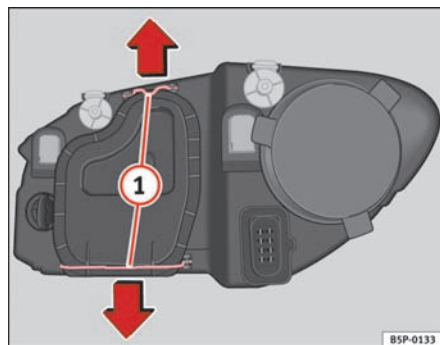

Fig. 157 Nærlys
- Skub støtterne ⇒ fig. 157 ① i pilenes retning, og tag dækslet af.